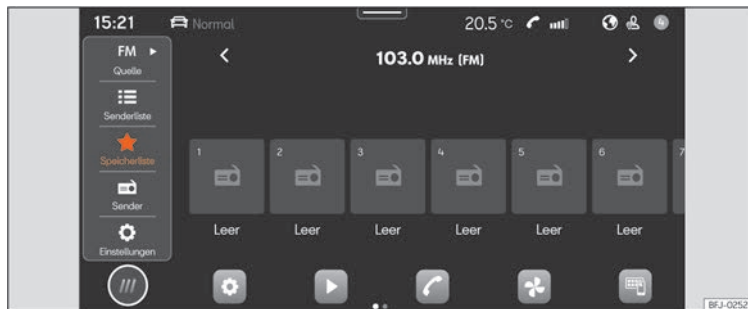

Abb. 160 Schematische Darstellung: Ansicht Radio.
- Drücken Sie **HOME** > > [Abb. 160].